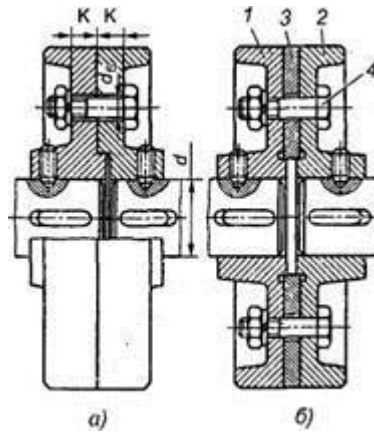

Рис.4. Фланцевые муфты: *а* - центровка за счет выступа; *б* — центровка кольцом
*Фланцевая муфта* состоит из двух полумуфт 1 и 2 (рис.4), соединенных болтами 4. Для передачи вращающего момента используют шпоночные или шлицевые соединения. Вращающий момент передаётся за счёт сил трения между фланцами, а когда болты вставлены без зазора, то также и болтами. Фланцевые муфты стандартизованы в диапазоне диаметров 12...250 мм и передают моменты 8...45000 Нм. В тяжёлых машинах полумуфты приваривают к валам.
Эти муфты называют иногда *поперечно-свертными*. Для лучшего центрования фланцев на одной полумуфте делают круговой выступ, на другой — выточку того же диаметра (рис.4, а) или предусматривают центрующее кольцо 3 (рис.4, б).